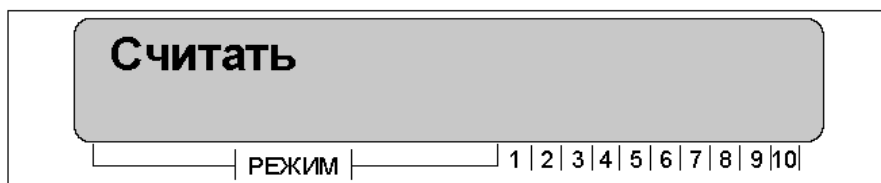

Рисунок 19
- находясь в режиме программирования (см. п.п.3.4.1.2), при помощи клавиш «ВПЕРЕД» или «НАЗАД» выбрать пункт «Считать», рисунок 19.